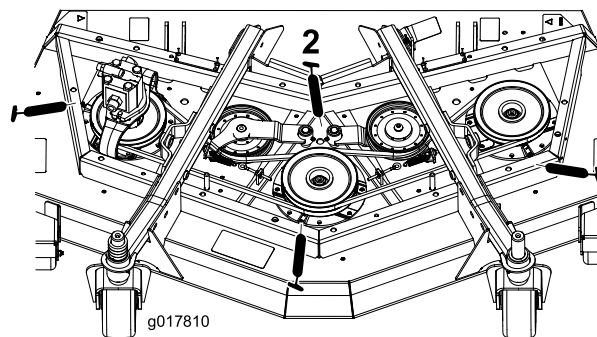

Рисунок 62
- Подшипники валов шпинделей (3 шт.), расположенные под шкивом (Рисунок 62)
- Втулки осей поворота рычагов натяжных роликов (2 шт.) (Рисунок 62)